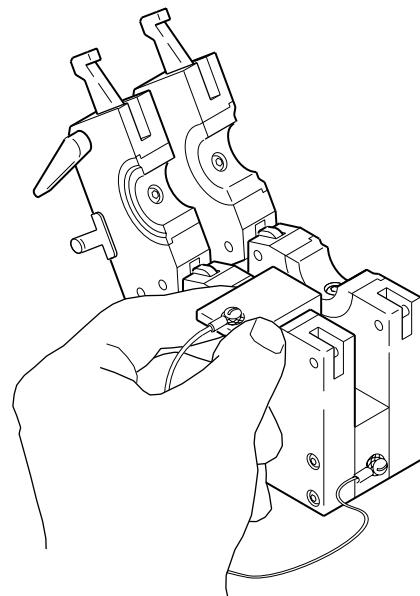

図 14：センタリング・ゲージをセットする
1. チューブ用フィクスチャー・ブロックの片側にセンタリング・ゲージをセットします。センタリング・ゲージはコレットの幅全体にかかる必要があります。センタリング・ゲージが厚型または薄型サイド・プレートに対して正しい位置にあることを確認します。図 14 をご参照ください。